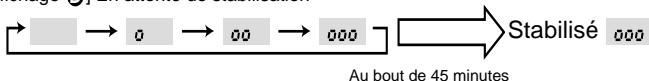

Fig. 8-3
③ Appuyer sur la touche **FILTER** (➡) pour confirmer la configuration. (Fig. 8-3)